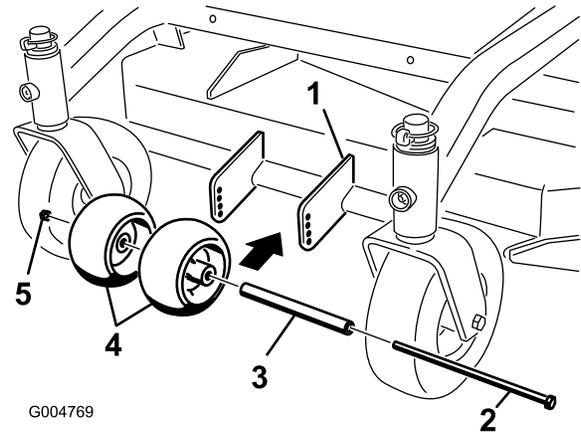

Figura 13
1. Después de ajustar la altura de corte, compruebe que hay una separación mínima de 10 mm entre los rodillos protectores del césped y el suelo (Figura 13).
2. Si es necesario realizar ajustes, retire el perno, las arandelas y la tuerca (Figura 13).
3. Seleccione un taladro para que los rodillos tengan una separación mínima del suelo de 10 mm (Figura 13).
4. Instale el perno y la tuerca (Figura 13).